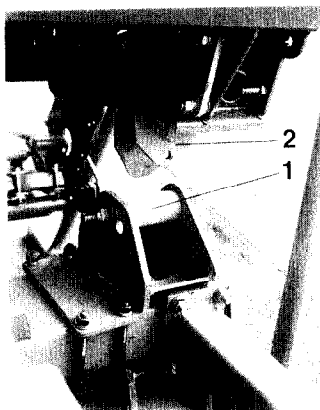
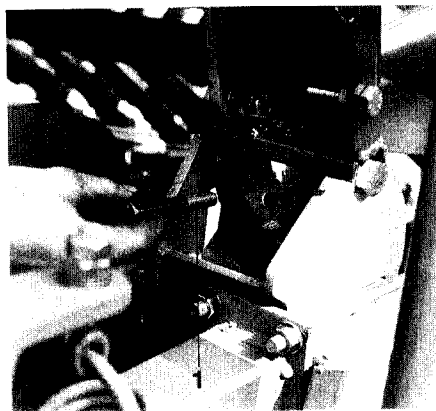

Fig. 13
Fig. 14
- Sæt lejerullerne (Fig. 13/1) og fanglommerne (Fig. 13/2) sammen, lås dem fast med to bolte (Fig.14/1) og monter hårnålesplit.